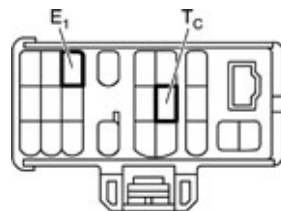

Рис. 9. Внешний вид разъема DLC2
- используя перемычку, соединить контакты TC – E1 на разъеме DLC2 (см. рис. 9, 10);